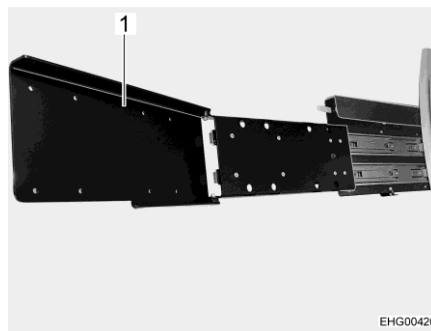

Fig. 95 Rallonge (sortie et rabattue)
- Pour tourner l'écran plat vers la zone arrière, rabattre la rallonge (Fig. 95,1).